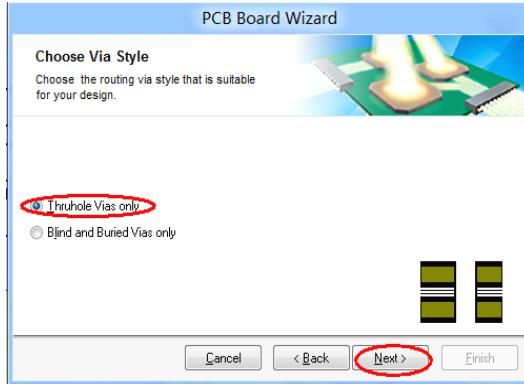

图 6-6.62 设置过孔形式
**Step9:** 单击 Next，弹出 Choose Via Style，选择 Thruhole Via Only。如图 6-6.62 所示。